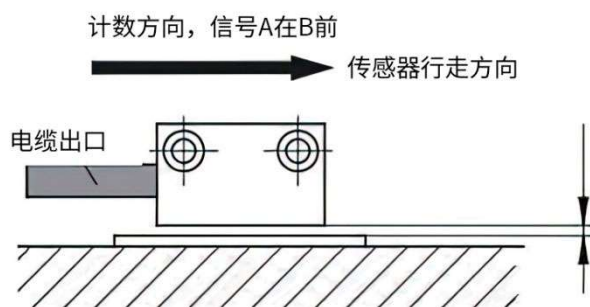
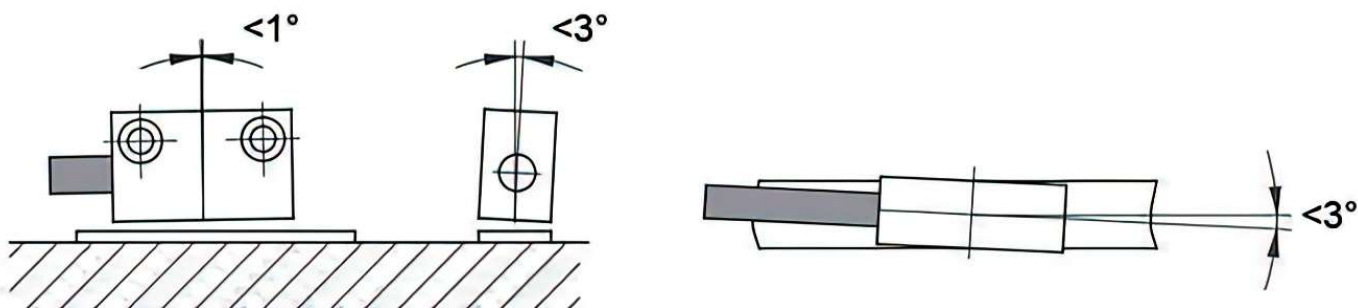

图 2-6 计数方向定义/安装
图 2-7 最大偏差
- **读数头必须与计数方向对齐** (见图 2-6)，如果计数方向会随跟踪电子装置（例如磁显示装置）而改变，则可以忽略。
- 安装磁栅尺读数头时，要确保磁条和读数头之间的间隙，应确保整个测量长度方向的最大偏差(见图 2-7)
- ◆ 观察在总行进距离中磁栅尺读数头和磁条之间的间隙是否超过容忍距离或读数头是否与磁条接触(见图 2-6、图 2-7)。